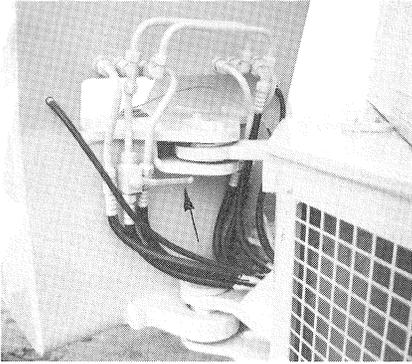

Bild 9
- Kugelblockhahn (Bild 9/Pfeil) schließen, das Bild zeigt die geschlossene Stellung.